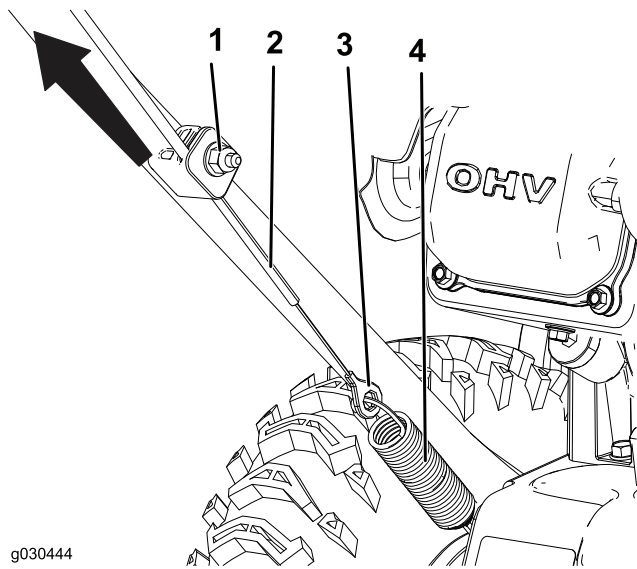

Figura24
1. Slăbiți piulița de pe clema de cablu inferioară, însă nu o înlăturați (Figura24).
2. Trageți cablul în sus pentru a-l tensiona mai mult (Figura24).
3. Țineți cablul și strângeți piulița (Figura24).